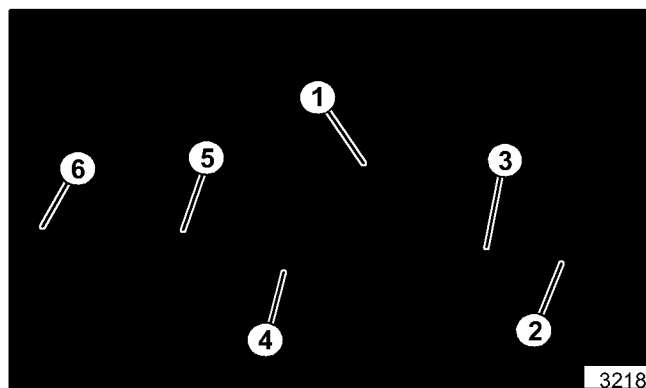

Figure 34. Arbre primaire
7. Enlever les engrenages, la clavette et l'entretoise de l'arbre primaire (voir la figure 34).